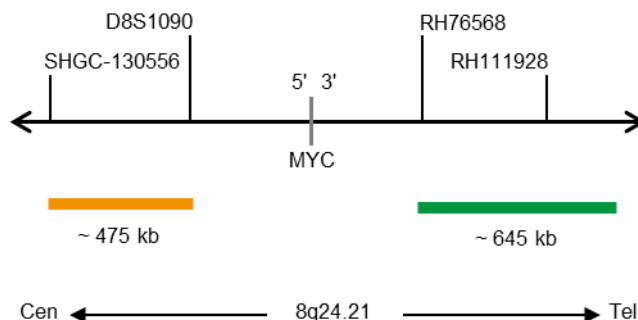

Fig. 1 : Carte de la sonde SPEC MYC (pas à l'échelle)
- Polynucléotides marqués au ZyGreen (excitation 503 nm/émission 528 nm) (~10 ng/ μ l), qui ciblent des séquences cartographiées en 8q24.21* (chr8:130,373,051-130,930,673) distales par rapport à la région du point de rupture MYC (voir figure 1).
- Polynucléotides marqués au ZyOrange (excitation 547 nm/émission 572 nm) (~4,5 ng/ μ l), qui ciblent des séquences cartographiées en 8q24.21* (chr8:127,888,765-128,363,281) à proximité de la région du point de rupture MYC (voir figure 1).